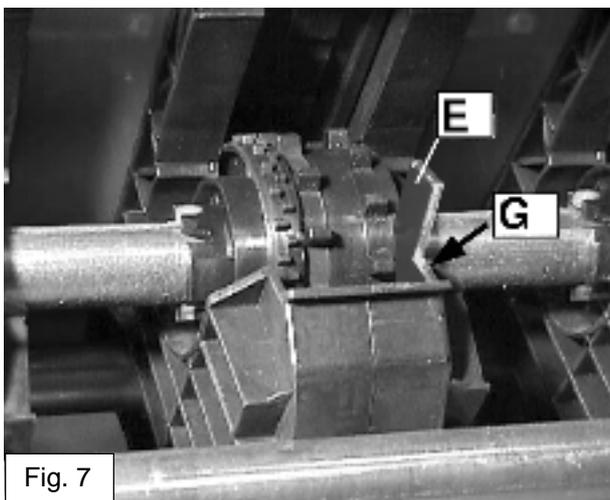

Fig. 7
- Mettre la poignée des volets en position 2 (fig.3). Introduire l'étalon entre les rangées de taquets de la roue et l'auget à semences et le pousser contre les volets, mais sans forcer (fig. 7).